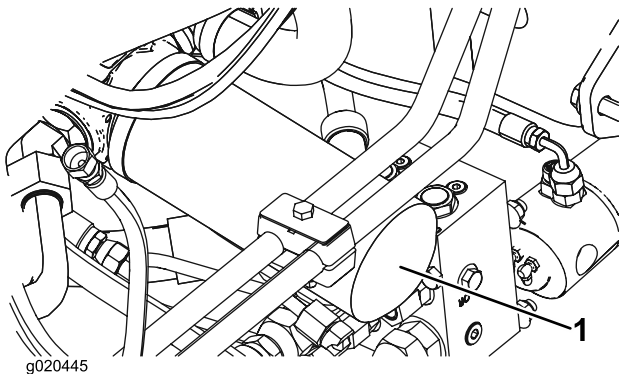

Figura 68
3. Coloque um recipiente de escoamento debaixo do filtro e retire o filtro (Figura 68).